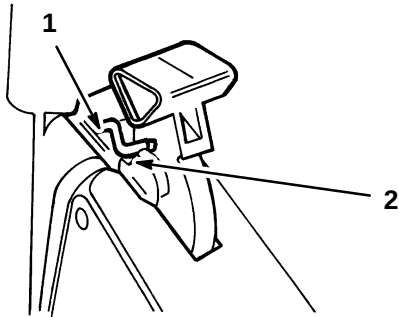

Figure 37
5. Ramener la poignée du volet vers l'arrière pour accrocher la tige de verrouillage de la poignée sur les crans du sac (Fig. 37).